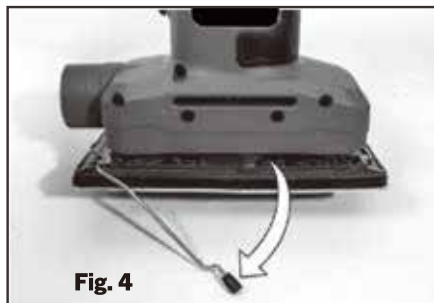

Fig. 4
1. Poussez le levier de la pince vers l'intérieur pour dégager la languette de fixation. Le levier est sous tension du ressort. Laissez le levier se soulever vers le haut, puis manœuvrer vers l'extérieur et vers le bas, Fig. 4.